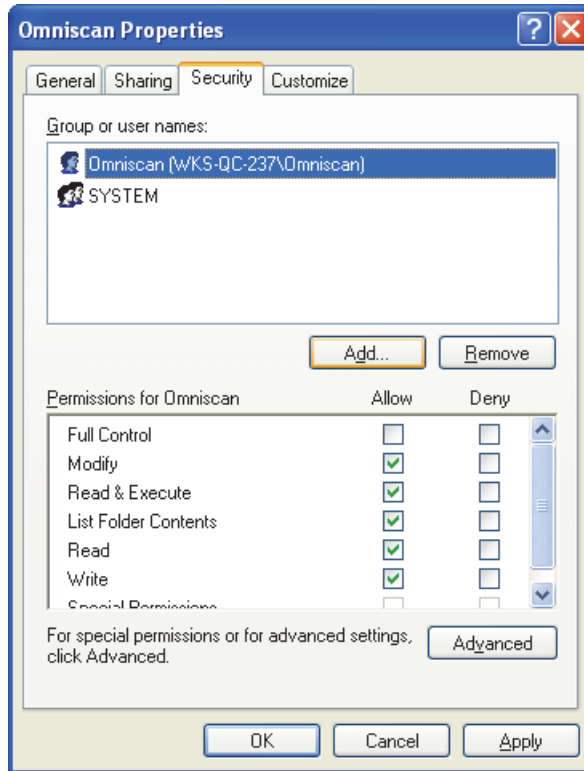

Figura 7-19 Permisos de seguridad para el usuario OmniScan
16. Al regresar a la pestaña **Security** (Seguridad) del cuadro de diálogo **Omniscan Properties** (véase la Figura 7-19 en la página 229):